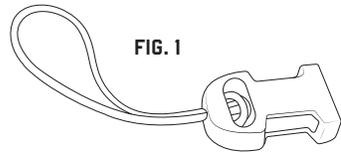

FIG. 1
1. The barcode scanner sling lanyard attaches to the barcode scanner using two small loop attachments on the end of the modular female buckles. Detach the female buckle ends from the rest of the barcode scanner sling lanyard for installation [fig. 1]
1. El cordón de seguridad tipo bandolera se engancha al escáner mediante los dos pequeños conectores de lazo del extremo de las hebillas modulares hembra. Suelte los extremos de la hebilla hembra para colocarlo en el escáner [fig. 1].
1. La bandoulière s'attache au lecteur de code-barres à l'aide des deux petites boucles d'attache souples situées à l'extrémité des fermoirs femelles. Pour l'installation, détachez de la bandoulière la partie constituée du fermoir femelle muni de sa boucle d'attache souple [fig. 1]